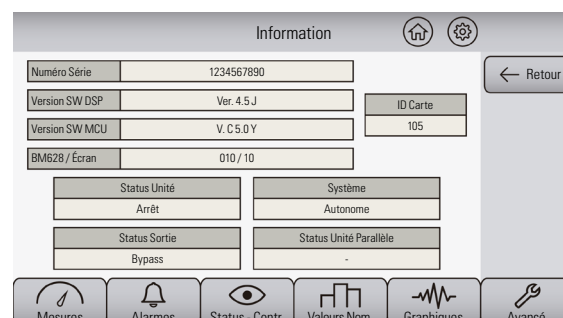

Fig. 40a. Écran montré lorsqu'on appuie sur .
- ❑ Tapez sur l'icône placé dans le menu latéral  de l'écran d'accueil de l'ONDULEUR à déterminer. On va se montrer sur l'écran une représentation similaire à celle de la suivante Fig. 40a, où l'information montrée pourra varier.